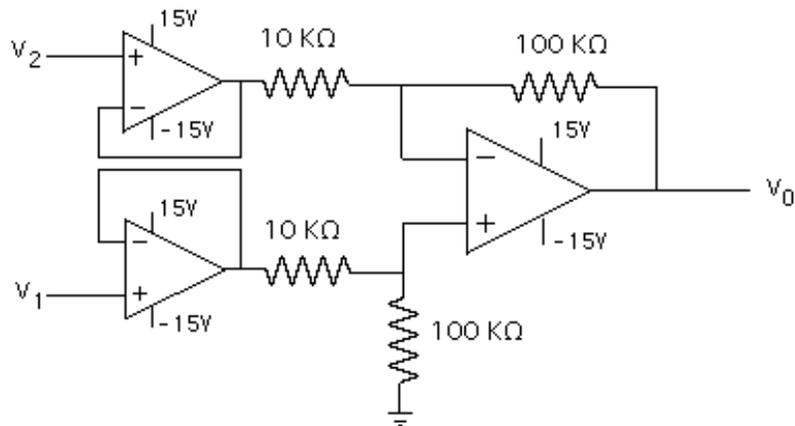

Figura 2.- Amplificador diferencial de instrumentación simple
- 9.- Para el circuito mostrado en la Figura 2 (Amplificador diferencial de instrumentación simple), explique la razón para conectar los seguidores de voltaje a cada una de las entradas del circuito anterior.
- 13.- Monte el circuito de la Figura 2 y compruebe primero la operación de los seguidores de voltaje por separado y luego la operación de todo el circuito, aplicando señales DC a ambas entradas de los seguidores de voltaje y comprobando que la salida presenta el voltaje esperado.